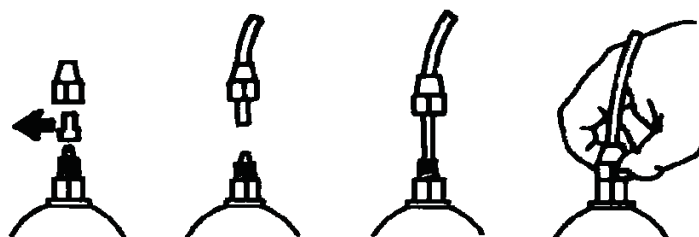

Fig. 7
e.- Saque las dos cápsulas de protección de los empalmes, insiera hasta el fondo los tubos enroscando, y asegúrelos con los casquillos de fijación. (Fig.7)